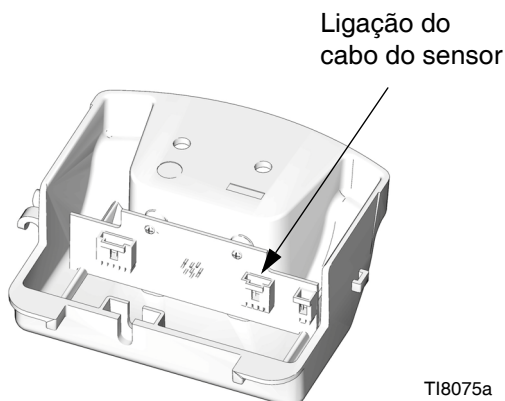

FIG. 15. Ligação do cabo do sensor
- a. **DataTrak Modelos:** Retire os 2 parafusos (135). Remova cuidadosamente o módulo DataTrak (131), consulte a página 14. Desligar os cabos do solenoide de segurança em caso de desferragem e do sensor da placa do módulo. Retirar os dois parafusos (134) e o compartimento (132) da válvula pneumática, fazendo-o deslizar com cuidado.
- b. **Modelos com sensor linear:** Remover os parafusos (134) e, cuidadosamente, retirar o compartimento (132) da válvula pneumática, fazendo-o deslizar. Desligar o cabo do sensor da placa de circuito. Consulte FIG. 15 na página 28.
- a. **DataTrak Modelos:** Fazer deslizar, cuidadosamente, o compartimento (132) na direção da válvula pneumática. Apertar manualmente os parafusos (134) e, em seguida, com um momento de aperto de 11,3 N•m (100 pol-lb). Voltar a ligar os cabos do solenoide e do sensor ao módulo DataTrak (131), consulte a página 14. Cuidadosamente, fazer deslizar o módulo de volta para o compartimento (132). Voltar a instalar os dois parafusos (135).
- b. **Modelos com sensor linear:** Ligue o cabo do sensor à placa do circuito. Consulte FIG. 15, página 28. Fazer deslizar, cuidadosamente, o compartimento (132) na direção da válvula pneumática. Apertar manualmente os parafusos (134) e, em seguida, com um momento de aperto de 11,3 N•m (100 pol-lb).
13. Montar a cobertura superior (30).
5. Remover os parafusos (134) e, cuidadosamente, retirar o compartimento (132) da válvula pneumática, fazendo-o deslizar. Desligar o cabo do sensor da placa de circuito. Consulte FIG. 15.
6. Passar o cabo pelo orifício (H) na parte lateral do adaptador (33) e puxá-lo pelo topo do adaptador.
7. Desapertar o adaptador (33) e o sensor (35). Elevar o sensor na vertical e retirá-lo do motor.
8. Aplique adesivo na estrutura de sensor nova. Aparafuse o sensor (35) a tampa superior (1). Apertar com um momento de aperto de 40,6-48,8 N•m (30-36 pés-lb).
9. Aplique adesivo no adaptador (33). Estenda o cabo do sensor directamente para o topo da adaptador e depois aparafuse o adaptador na tampa superior (1). Apertar com um momento de aperto de 40,6-48,8 N•m (30-36 pés-lb).
10. Passar o cabo do sensor pelo orifício (H) na parte lateral do adaptador e voltar a ligá-lo à placa de circuito. Consulte FIG. 15, página 28. Fazer deslizar, cuidadosamente, o compartimento (132) na direcção da válvula pneumática. Apertar manualmente os parafusos (134) e, em seguida, com um momento de aperto de 11,3 N•m (100 pol-lb).
11. Aplique adesivo no anel de elevação (21). Segure o adaptador (33) com uma chave para não inclinar e aperte o anel de elevação para 40,6-48,8 N•m (30-36 pés-lb).
12. Montar a cobertura superior (30).